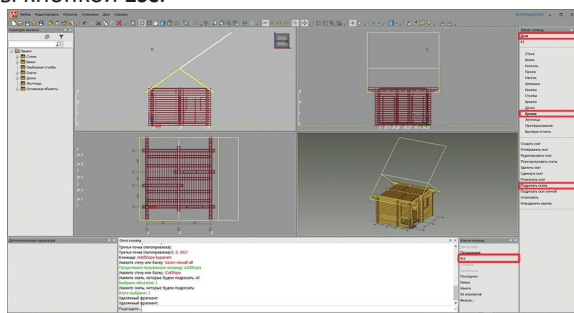

рис. 61
5. Теперь надо убрать всё лишнее. На вспомогательной панели выберите команду **Дом/Крыша/Подрезать скаты**. Кликните на строчке контекстного меню **Все** и нажмите **Enter**. Далее кликами левой кнопки мыши укажите те части скатов, которые хотите удалить (*обе* верхние части, на рис. 61 одна из них показана белым) и нажмите в контекстном меню элемент **Закончить**. Затем завершите работу команды кнопкой **Esc**.